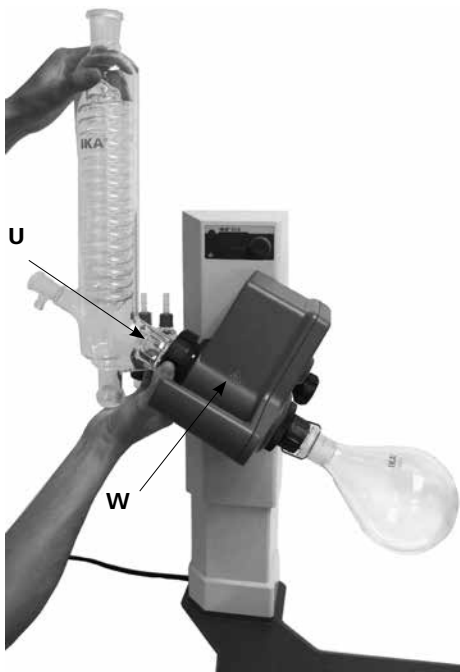

Fig.17
- 냉각콘덴서에 캡 너트를 넣고 냉각콘덴서의 플랜지 (U) 에 스프링 링을 붙칩니다.
- 회전 드라이브(W)에 냉각콘덴서를 놓고 손으로 캡 너트를 조입니다. (Fig.17)